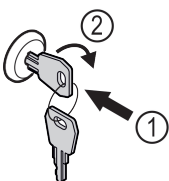

Fig. 105
- ▶ Sätt in nyckeln Fig. 105 (1).
- ▶ Vrid nyckeln 90° medurs Fig. 105 (2).